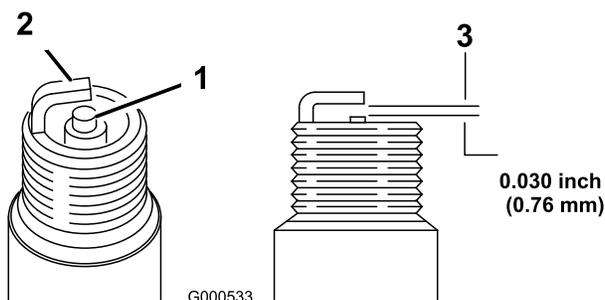

Figura 18
5. Ajuste el espacio entre los electrodos a 0,76 mm (0,030 pulgadas) (Figura 18).